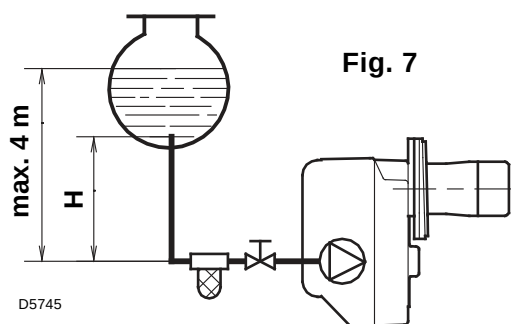
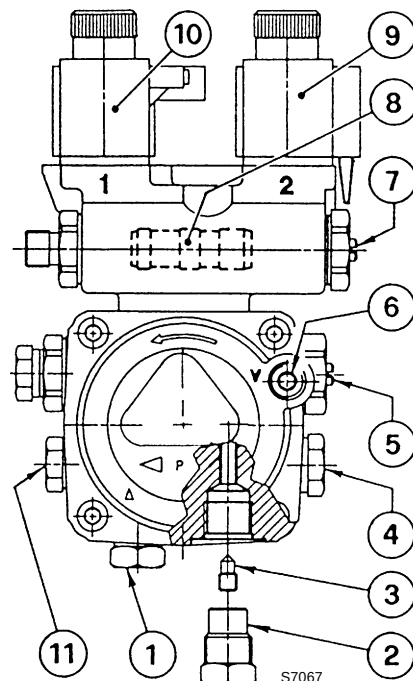

Fig. 7
Fig. 8
- De pomp is voorzien voor een installatie met twee leidingen. Draai bij één leiding de moer van de terugloopleiding (2) los, verwijder de by-pass schroef (3) en draai de dop (2) opnieuw aan, (zie fig. 8).
Bij een installatie zoals in fig. 7, de vacuüm-meter aansluiting (6, fig. 8) losdraaien tot er brandstof ontsnapt.